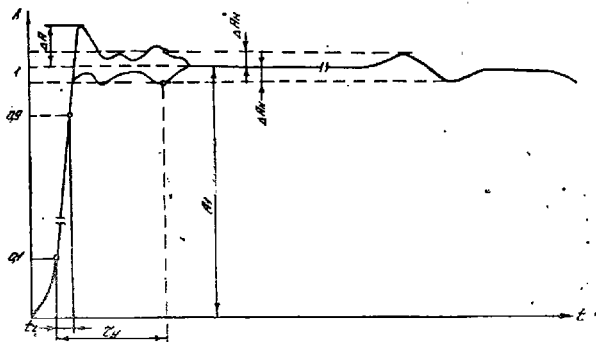

Рис. 21. Изображение импульсов на экране ЭЛТ при проверке времени нарастания, выброса, времени установления переходной характеристики и неравномерности.
14.3.3.4. Параметры переходной характеристики определяют (рис. 21) методом прямых измерений при помощи генератора испытательных импульсов Г5-56.
характеристика нарастает от 10 до 90% установившегося (амплитудного) значения (рис. 21).
Время установления (t_y) переходной характеристики определяется как интервал времени, отсчитываемый от момента достижения уровня 10% установившегося (амплитудного) значения ПХ до момента времени, начиная с которого неравномерность ПХ не превышает заданного значения (рис. 21).